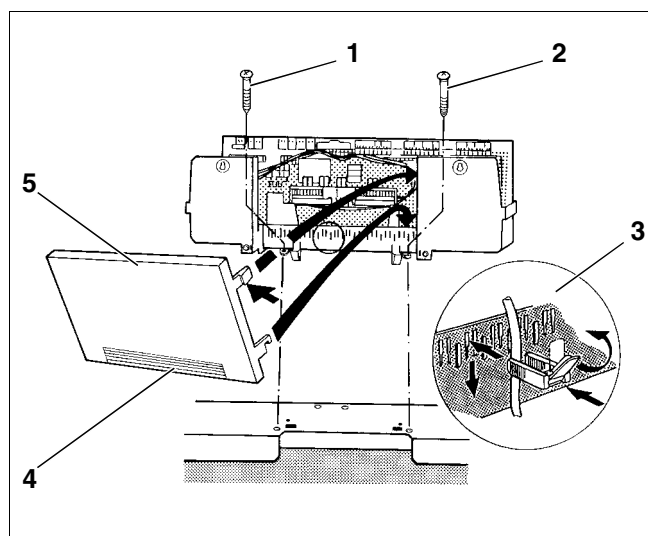

Fig. 24 Montaj aparat de reglare Logamatic 4311 / 4312
- Înșurubați soclul aparatului de reglare în interior stânga și dreapta cu 2 șuruburi de tablă (Fig. 24, **Poz. 1 u. 2**) de carcasa din față a cazanului.
În caz de nevoie (Fig. 24, **Poz. 4**) rupeți componenta de la peretele (Fig. 24, **Poz. 5**) din spate.
- Introduceți bridele de cablu cu cablu de racord în cadrul pentru bride și fixați cablul prin elementul de fixare (Fig. 24, **Poz. 3**).
- Introduceți cele 2 cârlige de jos din stânga și din dreapta componentei din spate în cantul superior al cadrului de bride (Fig. 24).
- Apăsăți cele 2 cârlige de împingere, elastice, de sus încet spre interior (săgeată) și introduceți componenta din spate în așa fel, pentru ca cele 2 cârlige să se fixeze (Fig. 24).